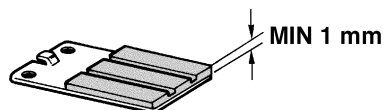

Fig. 29
- Le estremità delle due pastiglie (Fig. 29) non dovranno presentare lo spessore del ferodo inferiore a mm 1. Nel caso risultasse inferiore a questa quota minima, provvedere immediatamente alla loro sostituzione.